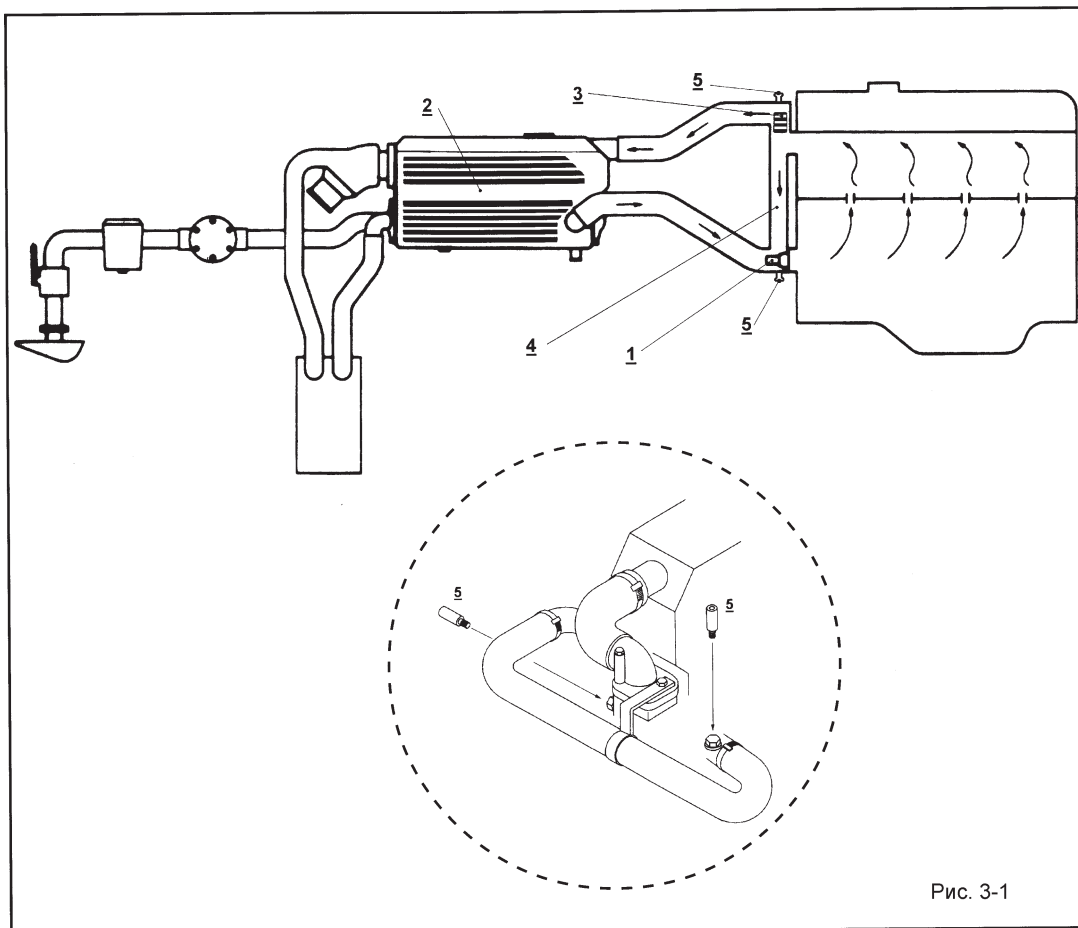

Рис. 3-1
3.2.1. Замкнутый контур — см. рис. 3.1